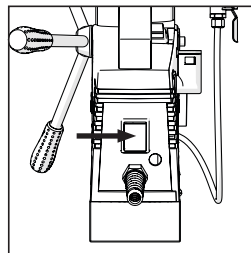

Fig. 4
- Acționați comutatorul de pe panoul de comandă al uneltei pentru a alimenta magnetul. **(Fig. 4)**